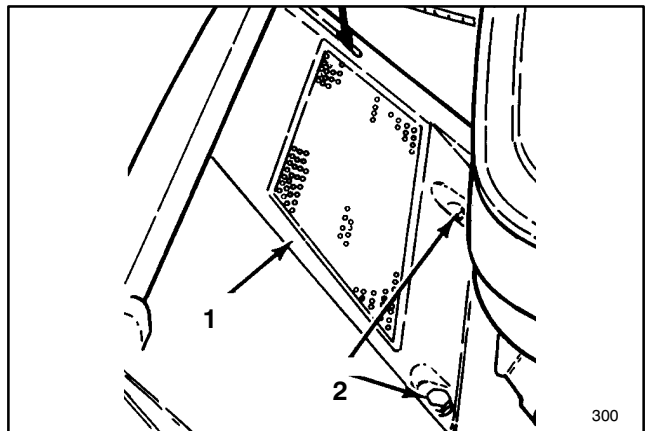

Figure 32
2. Retirez les deux (2) vis autotaraudeuses de 0,5 pouces qui retiennent le panneau écran au plateau de la tondeuse et retirez le panneau écran (fig. 32).